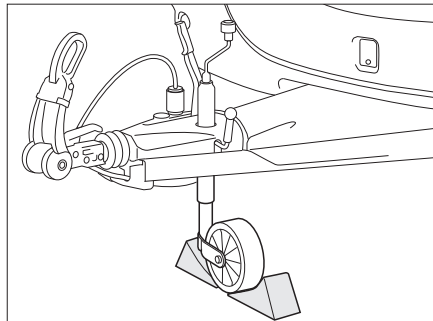

Fig. 173 Bloquer la roue d'appui
- Placer la roue d'appui de manière perpendiculaire au sens de la marche et la bloquer avec des auxiliaires adéquats (Fig. 173).